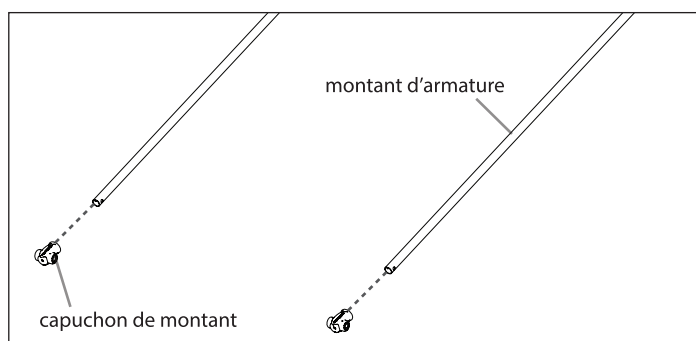

FIGURE 6
9. Trouver les six (6) capuchons de montant (68060) et les trois (3) montants d'armature (15519). Poser un (1) capuchon de montant aux deux extrémités de chaque montant d'armature en l'enfonçant sur le montant. Aligner le trou du capuchon de montant avec le trou dans le montant d'armature pour s'assurer que l'assemblage est correct. **VOIR FIGURE 6**